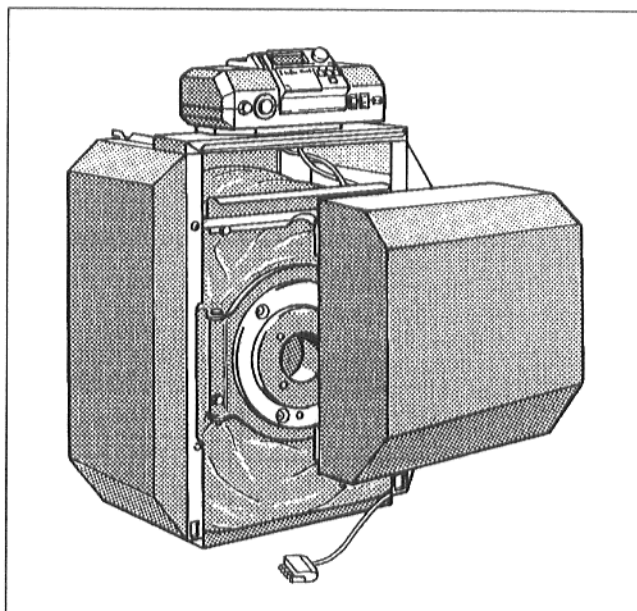

Fig. 25
- Visser la porte du brûleur à l'aide des deux vis à six pans. Couple de serrage : environ 10 max. 15 Nm (Fig. 25).
- Accrocher le couvercle du brûleur dans la barre de maintien de la traverse (Fig. 25).